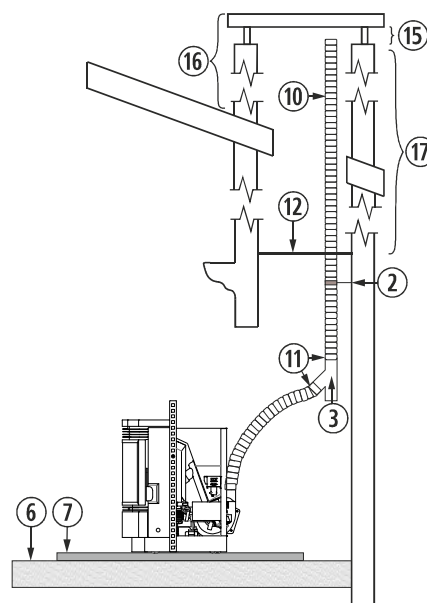

Figura 14
4.29. A instalação de um encastrável numa chaminé de obra pode ser feita em toda a sua totalidade em tubo flexível, tal como indicado na *figura 14*. Devemos ter especial cuidado na hora de realizar o isolamento entre a chaminé e o tubo da saída de gases para evitar possíveis retrocessos de gases em caso de tempestade.
②	Abraçadeira de união de aço inox.
③	Tê de 135° com registro.
⑥	Chão de madeira.
⑦	Protector de chão incombustível.
⑩	Tubo de aço inox flexível.
⑪	União adaptadora de flexível a rígido.
⑫	Isolante anti-retrocesso.
⑮	Mínimo 200mm.
⑯	Deve ultrapassar o teto em 1 metro.
⑰	Superior a 4m, aumentaremos uma medida.